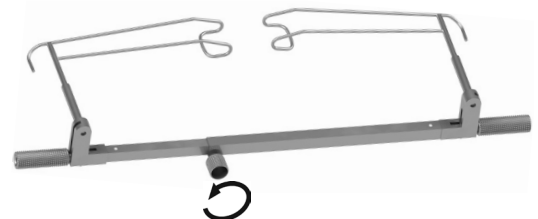
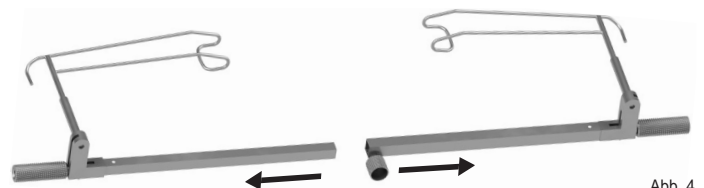

Abb. 3
Abb. 4
- Lösen Sie die Feststellschraube gemäß Abb. 3.
- Ziehen Sie den Außensteg vom Innensteg (Abb. 4).
- Demontieren Sie den Lidsperrer nach SCHOTT mit Absaugung gemäß Abb. 3 und Abb. 4.